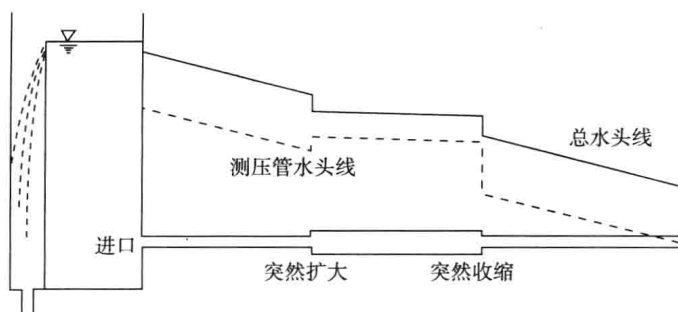

图 10-4 总水头线和测压管水头线
图 10-4 所示是典型的总水头线和测压管水头线,需要注意的有以下几点:①由于有沿程损失和局部损失的存在,总机械能沿程减小,总水头线总是沿程下降的。而由于能量之间存在转化关系,测压管水头可以上升,也可以下降。②有局部损失的地方总水头突然下降。③等管径的地方总水头线与测压管水头线两线平行,间距为速度水头。④流量及粗糙度相同条件下,管径小处水头线斜率较大。